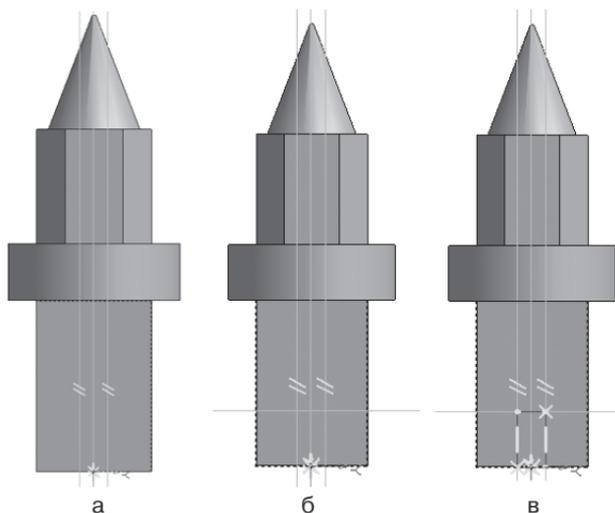

Рис. 153
- укажите вспомогательную прямую и разведите параллельные на 5 мм. Подтвердите обе прямые (рис. 153, а);
- укажите меньшую сторону прямоугольника и разведите параллельные прямые на расстояние 20 мм. Подтвердите прямую, расположенную на предмете (рис. 153, б);
- вызовите **Панель расширенных команд** кнопки  – многоугольник и выберите  – **Прямоугольник**. Обведите прямоугольник, получившийся на месте пересечения параллельных прямых (рис. 153, в);